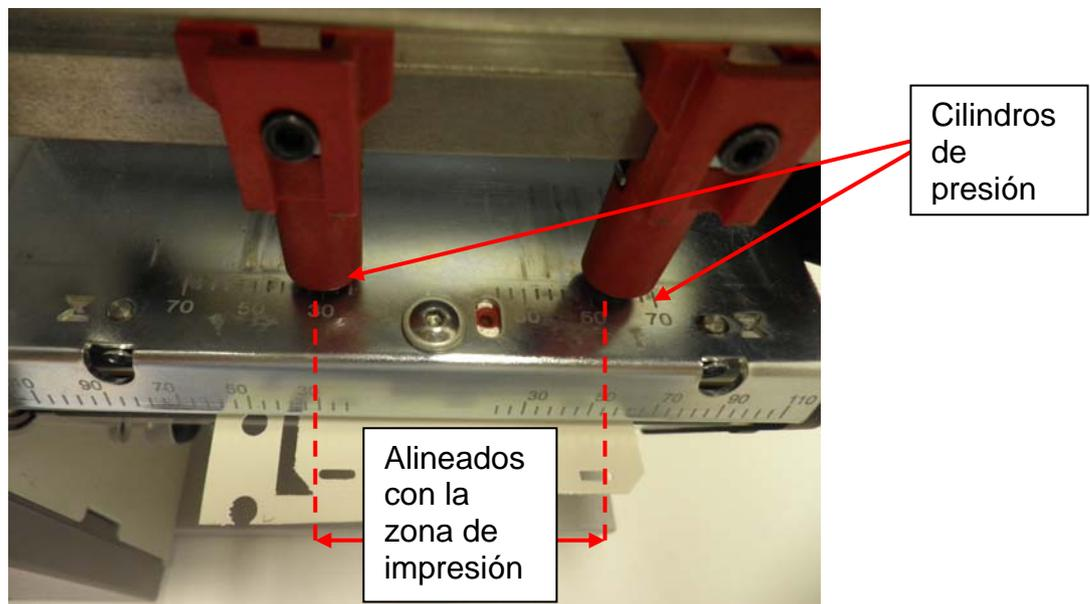

Imagen 1: ajuste de los cilindros de presión en la zona de impresión del producto.
2.1. Posición del basculador: coloque los cilindros de presión (imagen 1) en los extremos de la zona de impresión.